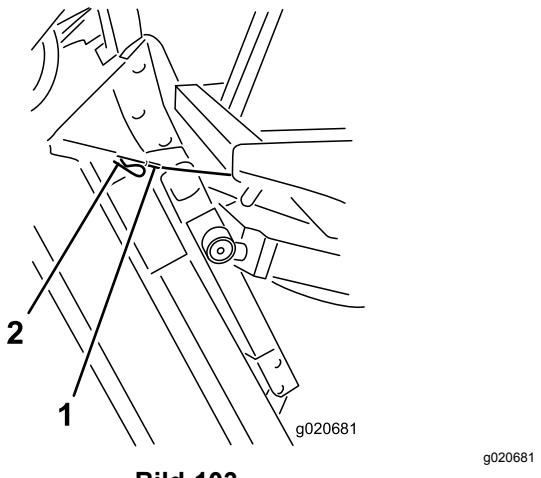

Bild 103
6. Halten Sie das Mähwerk dann in der aufrechten Stellung, bringen das Kabelende über dem Stift am Mähwerkhubarm an und befestigen es mit einem Splint (Bild 103).